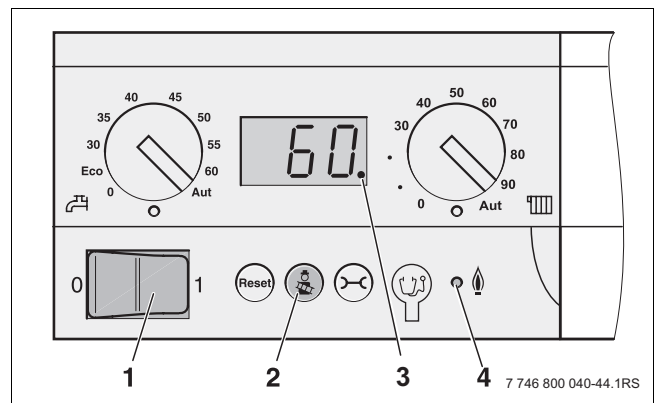

Bild 60 Bedienfeld des Basiscontrollers
- Betriebsschalter (→ Bild 60, (1)) am Bedienfeld des Basiscontrollers auf „0“ (Aus) stellen.
- Abdeckklappe an der Messstelle für Abgase (1) entfernen.
- Betriebsschalter (→ Bild 60, (1), Seite 57) am Bedienfeld des Basiscontrollers auf „0“ (Aus) stellen.